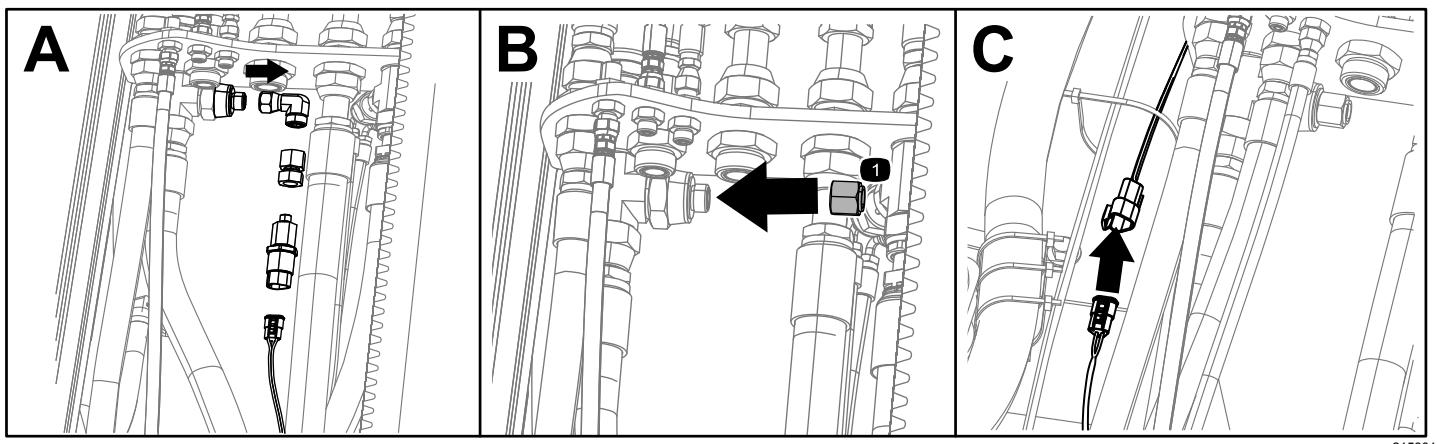

Figura 2
2. Desligue a cablagem da união do transdutor (Caixa A de Figura 2).
3. Retire e guarde o conjunto do transdutor e união atualmente instalado (Caixa A de Figura 2).
4. Instale a tampa na porta (Caixa B de Figura 2); aperte com 79 a 98 N·m.
5. Ligue as cablagens existentes à nova cablagem (Caixa C de Figura 2).